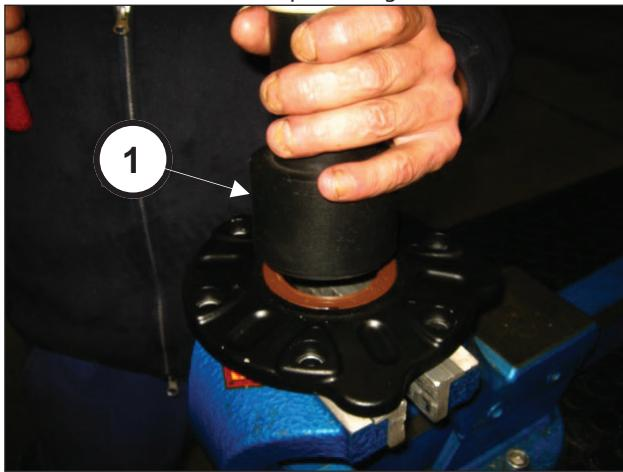

Fig. 90
Introducir el retén en la tapa del piñón utilizando la herramienta cód. 27634900 (pos. ①, Fig. 90).